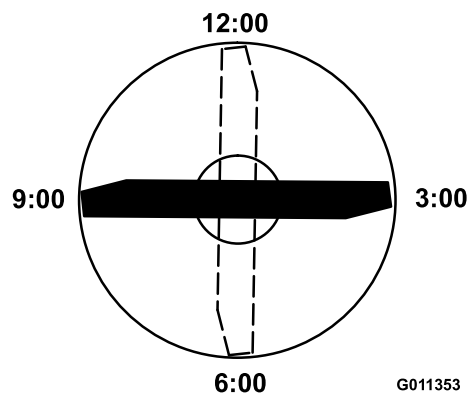

Figura 70
3. Coloque el filo de corte del extremo marcado de la cuchilla en la posición de las 12 (hacia adelante, en el sentido de la siega) y mida la altura desde la mesa hasta el filo de corte de la cuchilla (Figura 70).
4. Gire el extremo marcado de la cuchilla a las posiciones de las 3 y de las 9 y mida las alturas (Figura 70).